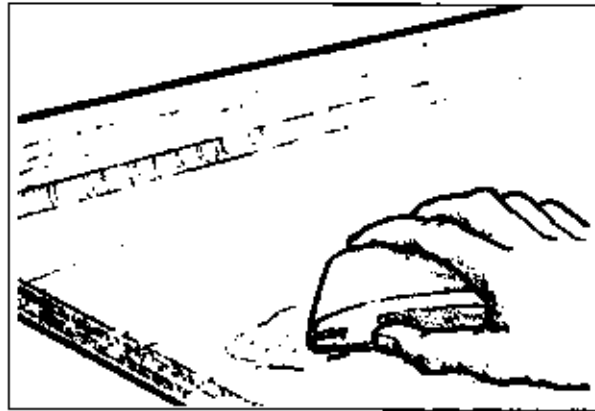

Abb. 8-12 Schleifen Sie die Spachtelmasse bei, wenn sie ausgehärtet ist.
6. Die Spachtelstellen werden beigeschliffen (Abb. 8-12). Muß man sehr viel Spachtel entfernen, fängt man mit 50er Schleifpapier an. Normal ist 80er Körnung, auf einen Schleifklotz gespannt, wenn man dicht an der gewünschten Kontur ist. Achtung! Bei dieser Arbeit sollte man unbedingt eine Feinstaubmaske tragen. Der Schleifstaub wird entfernt und die vielleicht noch vorhandenen kleinen Unebenheiten in gleicher Weise ausgefüllt.